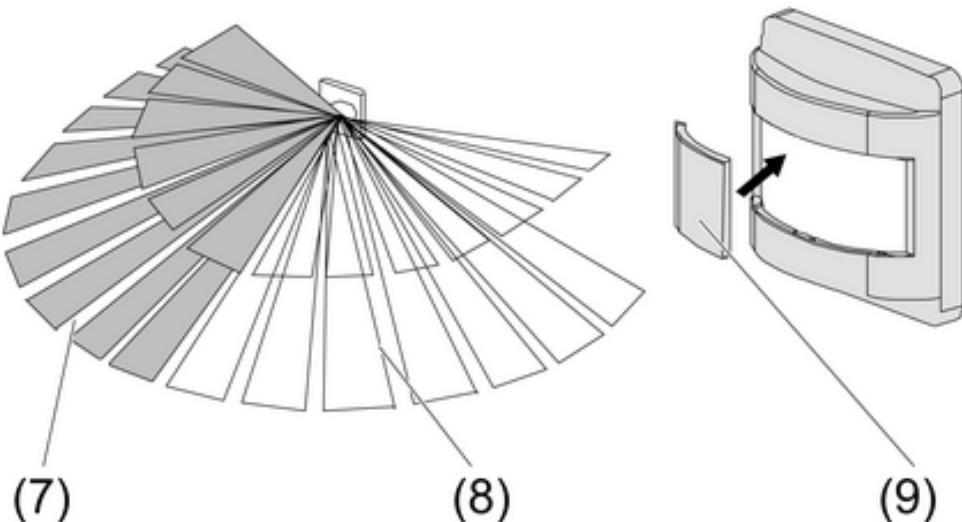

Bild 10
Mit der beiliegenden Blende (9) können nicht gewünschte Erfassungsbereiche ausgeblendet werden (Bild 10). Die Blende kann die linke (7) oder die rechte (8) des Erfassungsfeldes, je 90°, abdecken.